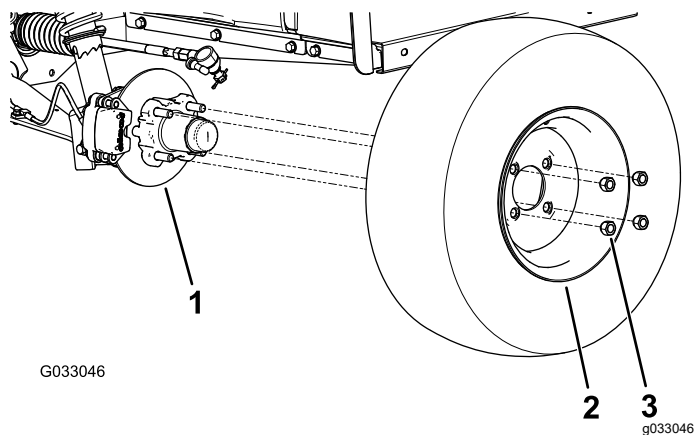

Figure 25
2. Retirez les 4 écrous de roue qui fixent la roue au moyeu (Figure 25).
4. Alignez les trous dans la roue et les goujons du moyeu puis montez la roue sur le moyeu en plaçant la valve à l'extérieur (Figure 25).
5. Fixez la roue au moyeu avec les écrous de roue (Figure 25).